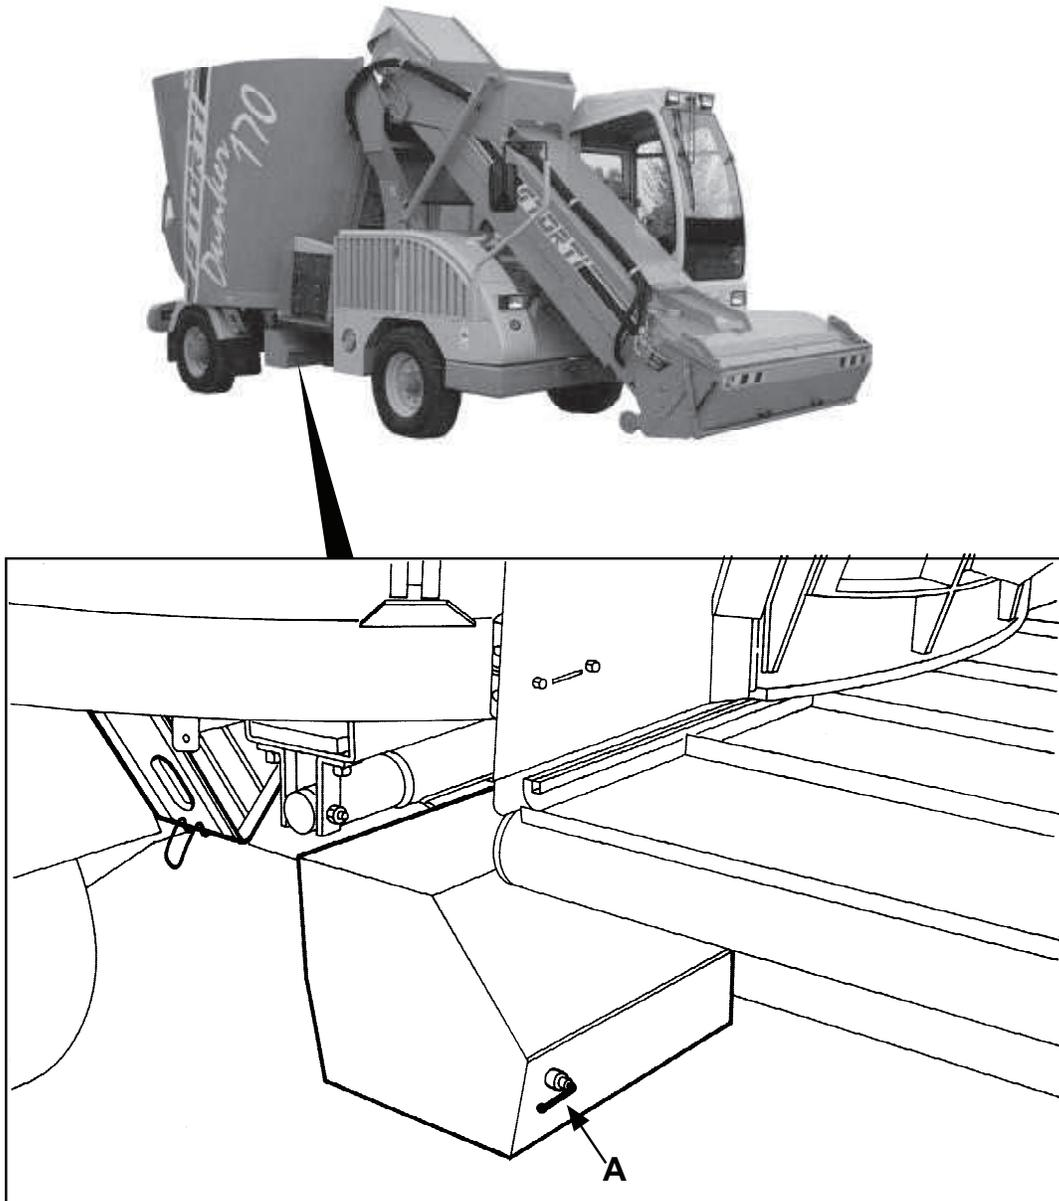

FIG. 18
- Fermer la cabine à clé et désenclencher l'interrupteur (**A - Fig. 18**) de la batterie.